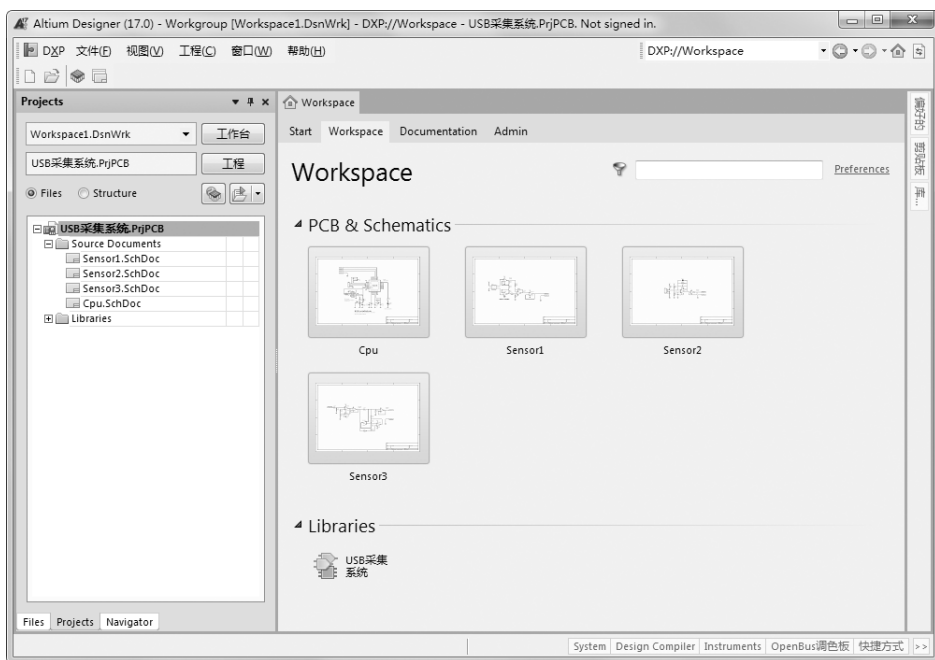

图 1-14 文件的缩略图
(6) “Workspace”（工作区）命令：显示文件的缩略图，如图 1-14 所示。